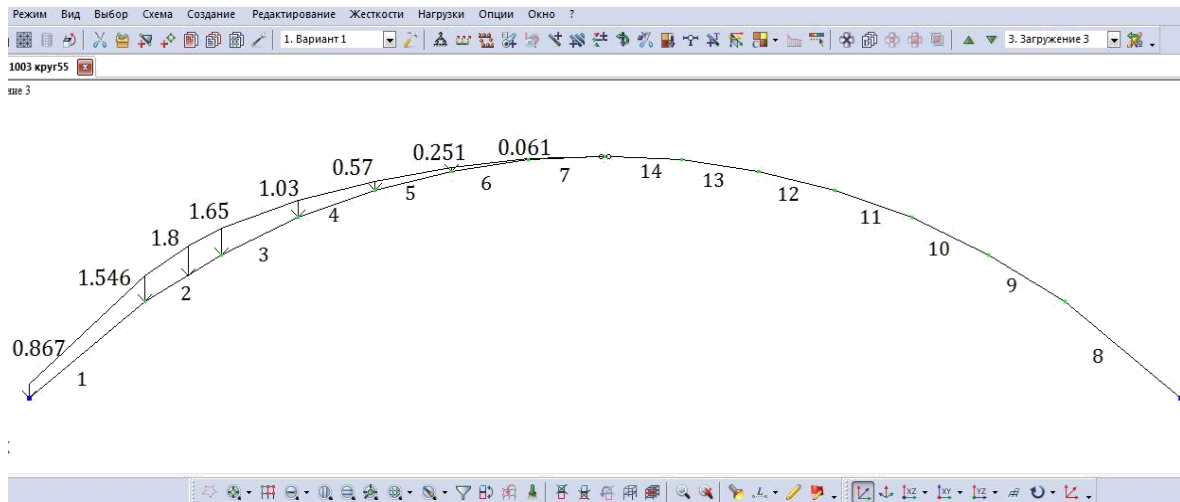

Рис. 2.33. Третье загрузение (снеговая нагрузка, распределенная по треугольнику на половине пролета)
- Вид расчетной схемы после задания в схеме нагрузок третьего загрузения приведен на рис. 2.33.